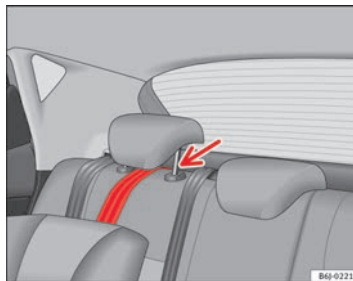

Fig. 28 Corra de sujeción: correcto ajuste y montaje
- Dirigir la correa de sujeción del Top Tether por debajo del apoyacabezas de la plaza posterior ⇒ **fig. 28** (levantar el apoyacabezas si es necesario).